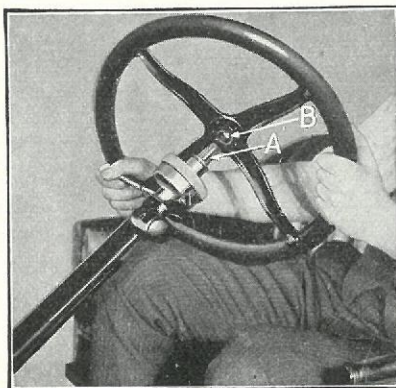

Fig. 116
- (a) Indsæt Kilen i Styredrevets Kilegang (Fig. 116-A). Sørg for, at Kilen passer godt i Kilegangen.